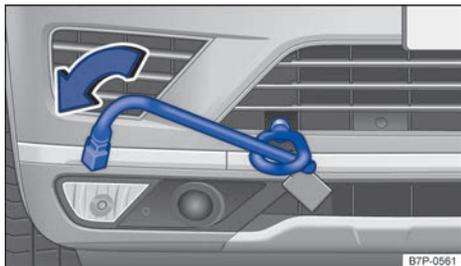

Fig. 240 En el lado derecho del paracolpes delantero: enroscar la argolla de remolque.
- Enrosque la argolla de remolque en el alojamiento girándola al máximo en **el sentido contrario al de las agujas del reloj** → fig. 240 → ①. Utilice un objeto adecuado con el que pueda enroscar completa y firmemente la argolla de remolque en su alojamiento.